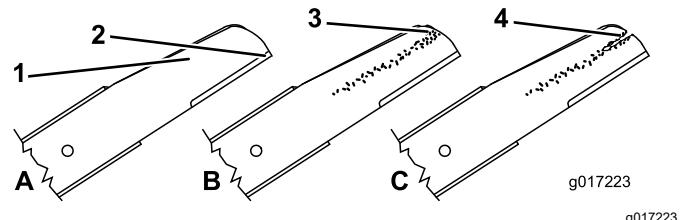

Figure 30
- Examinez le tranchant des lames (Figure 30). Si elles sont émoussées ou présentent des indentations, déposez les lames et affûtez-les ou remplacez-les.
- Inspectez les lames, et plus particulièrement l'ailette (Figure 30). Remplacez immédiatement toute lame endommagée, usée ou qui présente une entaille.